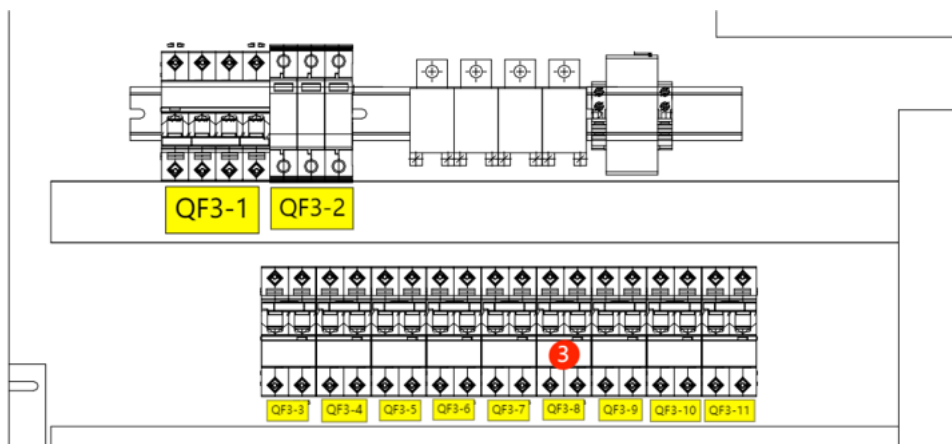

Abbildung 6-2-1: Abschalten von EMS-Software und -Hardware
Schritt 1: ① Melden Sie sich am EMS-Bildschirm mit dem Bedienerkonto an, ② klicken Sie auf der Startseite unten rechts auf die Schaltfläche „Debug“, um die Stromversorgung des PCS automatisch abzuschalten, ③ trennen Sie anschliessend QF3-8 (siehe Abbildung 6-2-1).